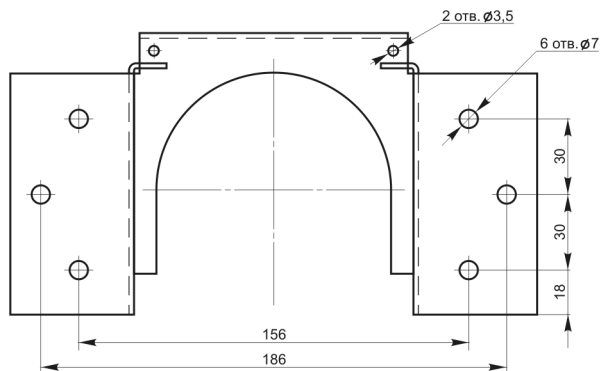

Рис. 3. Крепёжная площадка МПП «Гарант-12КД»
6.2. Закрепить крепёжную площадку модуля в соответствии с определенными местами (по проекту) и разметкой отверстий (рис. 3).